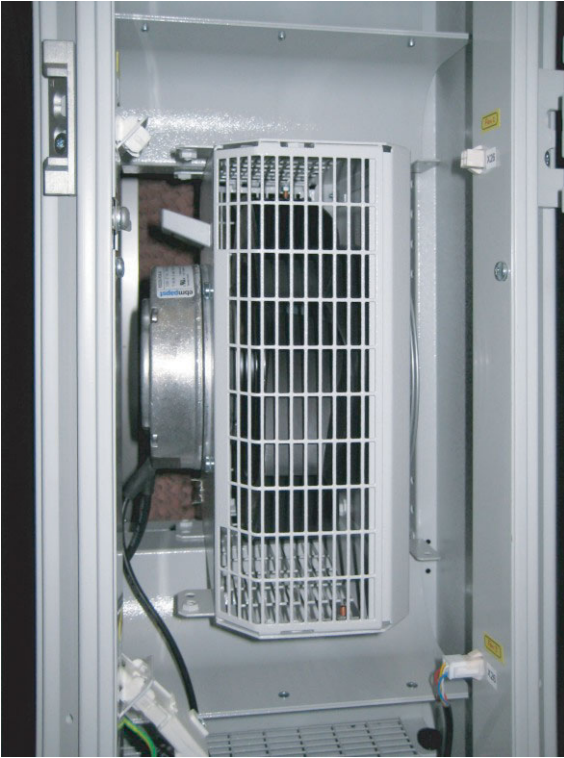

Abb. 42: Gedrehtes Lüftermodul im Lüftereinschub
- Drehen Sie das Lüftermodul im Einschub im Uhrzeigersinn um 90° (Abb. 42).